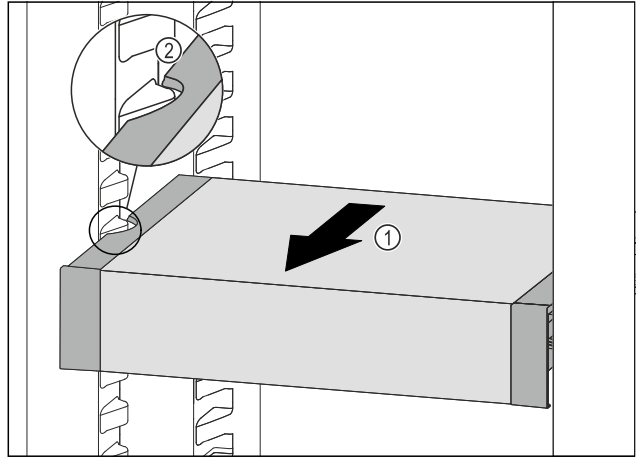

Fig. 105
- ▶ VarioSafe nach vorne ziehen Fig. 105 (1), bis sich die seitlichen Aussparungen des VarioSafes auf Höhe der Behälterrippe im Kühlteil befinden. Fig. 105 (2)